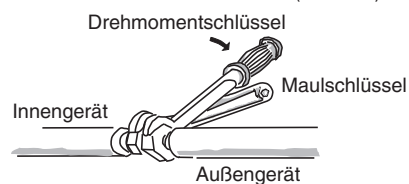

Abb. 5-6
- (2) Die Überwurfmutter mit dem spezifizierten Anzugsdrehmoment festziehen.
- Wenn die Überwurfmutter von den Verbindungsstücken abgenommen oder nach dem Anschließen der Leitungen festgezogen werden, müssen unbedingt ein Maulschlüssel und ein Drehmomentschlüssel verwendet werden. (Abb. 5-6)